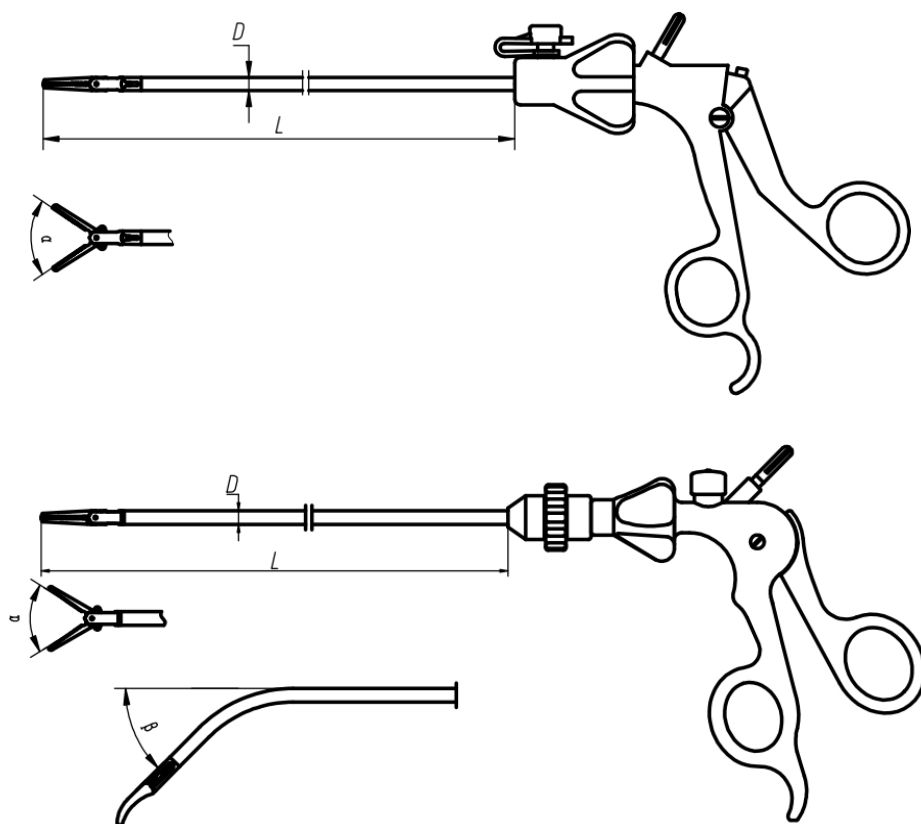

Fig.4 Diagrama da estrutura da Pinça Grasper Monopolar
D. A estrutura de contorno e as dimensões básicas da Pinça Grasper Monopolar são mostradas na Fig. 4 e na Tabela 4.